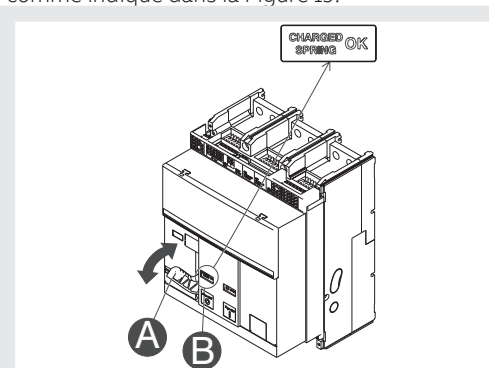

Figure 19
2. Bandage des ressorts - Tirer le levier [A] vers le bas plusieurs fois tant l'indicateur de ressorts bandés [B] devient "jaune - CHARGED SPRING" comme indiqué dans la Figure 19.